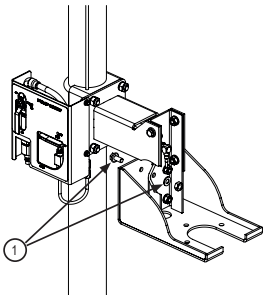

Fig. 3
Place the pump support and screw the bolts (1) (fig. 3).
Placera pumpkonsollen och fäst med bultarna (1) (fig 3.)